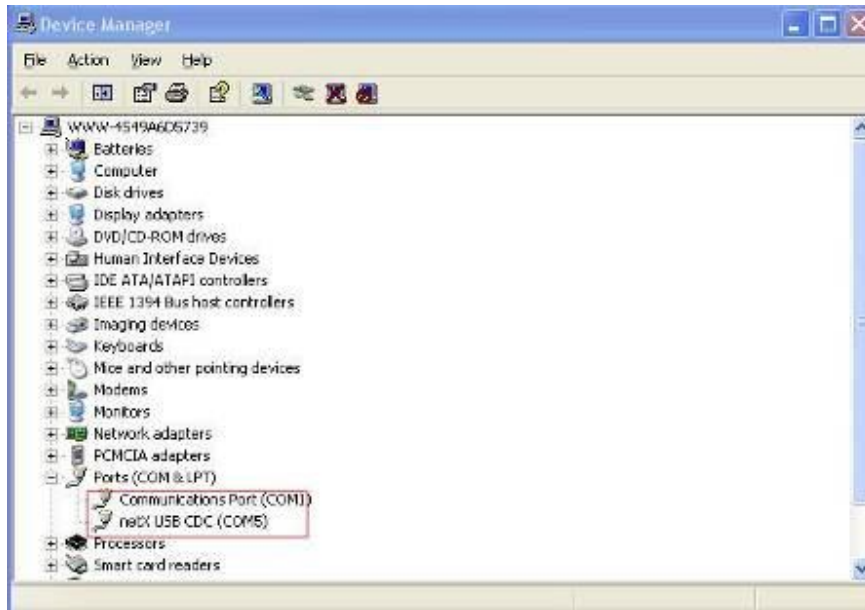

图 4
(4) 在“设备管理器”中可以看到此设备驱动成功安装，如图 4 所示：